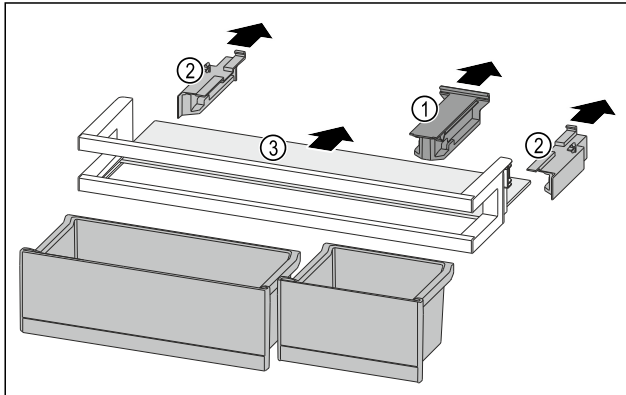

Fig. 180
- ▶ Halteteil Fig. 180 (1) abziehen.
- ▶ Seitenteile Fig. 180 (2) abziehen.
- ▶ Abstellfläche Fig. 180 (3) entnehmen.